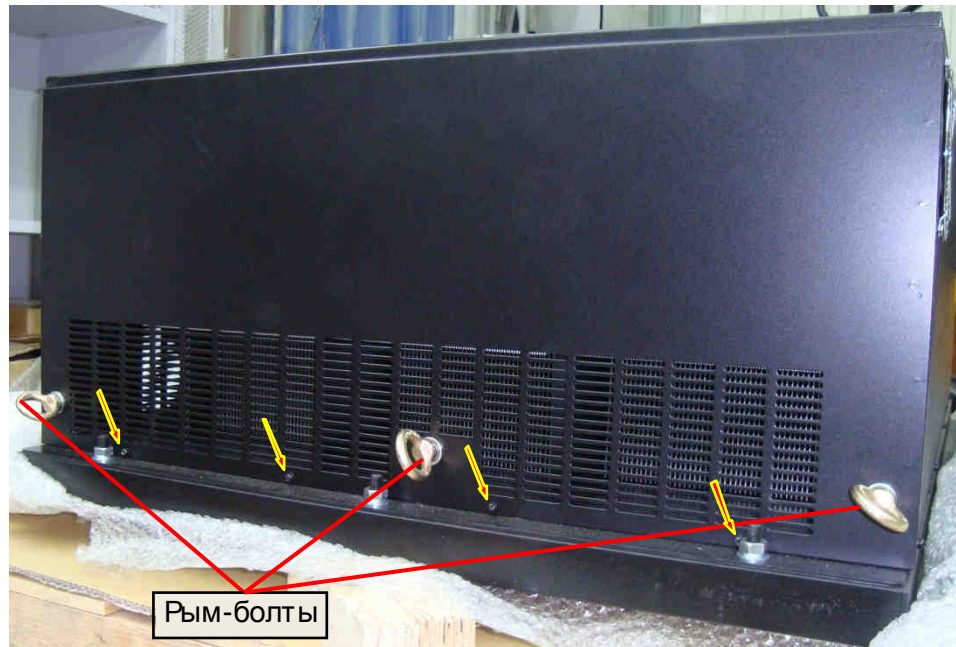

Рис. 6.16.
6.10.1 Выкрутить 25 винтов крепления кожуха по периметру и 3 рым-болта (рис. 6.16), отсоединить разъем вентилятора, снять кожух (рис. 6.17а, б). Положить винты (25 шт.) и рым-болты в тару.